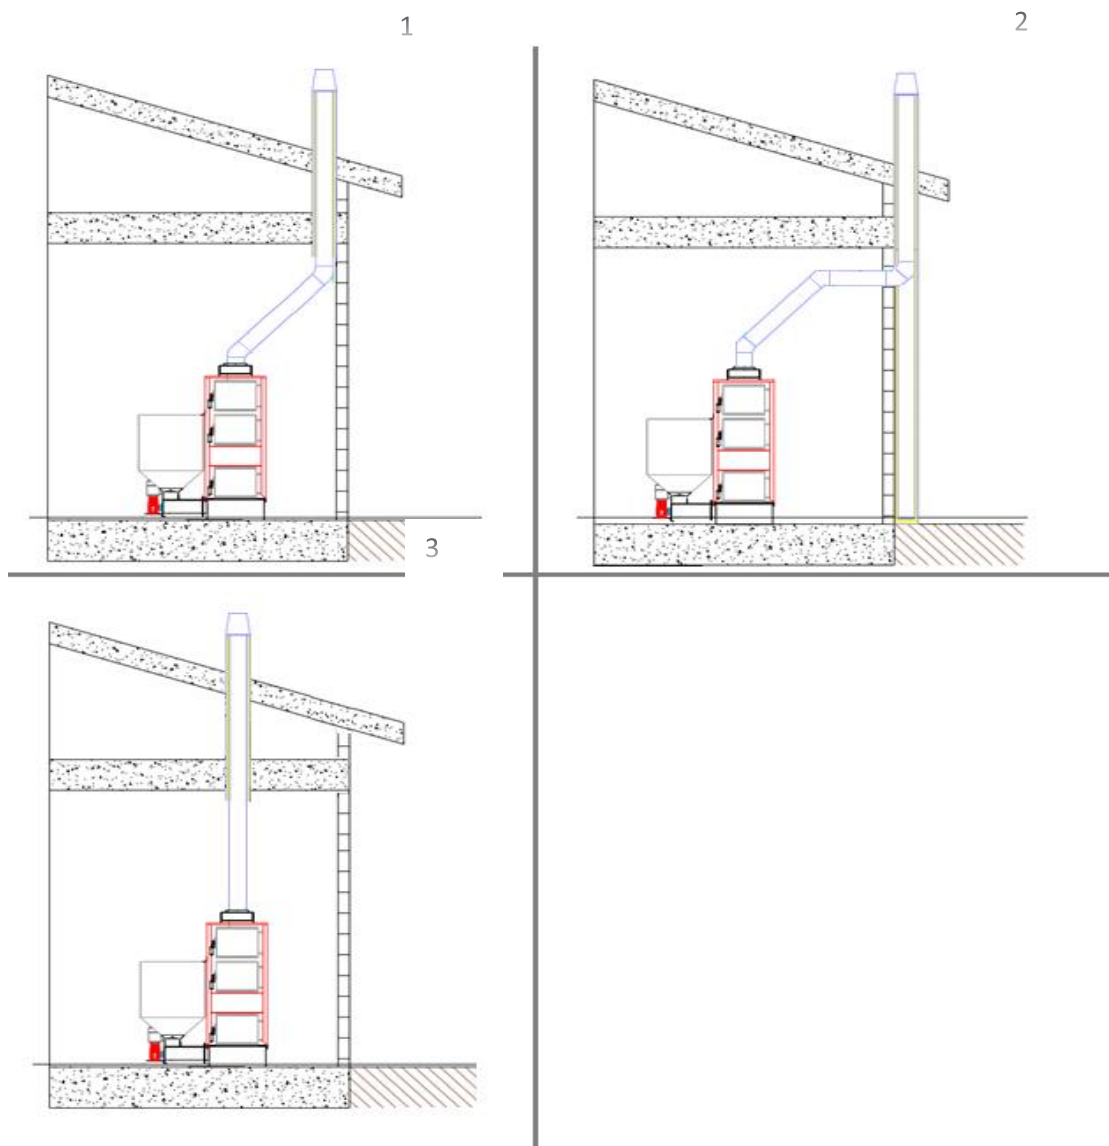

Figura 5
6. No caso da conduta de fumos abrir para uma chaminé existente e saídas no teto ou na parede que não sejam perfeitamente perpendiculares à saída de fumos da caldeira (ver casos 1 e 2 da figura 5), é necessária uma ligação das condutas através de cotovelos não superiores a 45°. Estas não deverão sofrer estreitamento e também serão atendidos:
- ✓ São permitidos no máximo 3 cotovelos (2 45° + 1 90°) ao longo da instalação (ver caso 2 da figura 5)